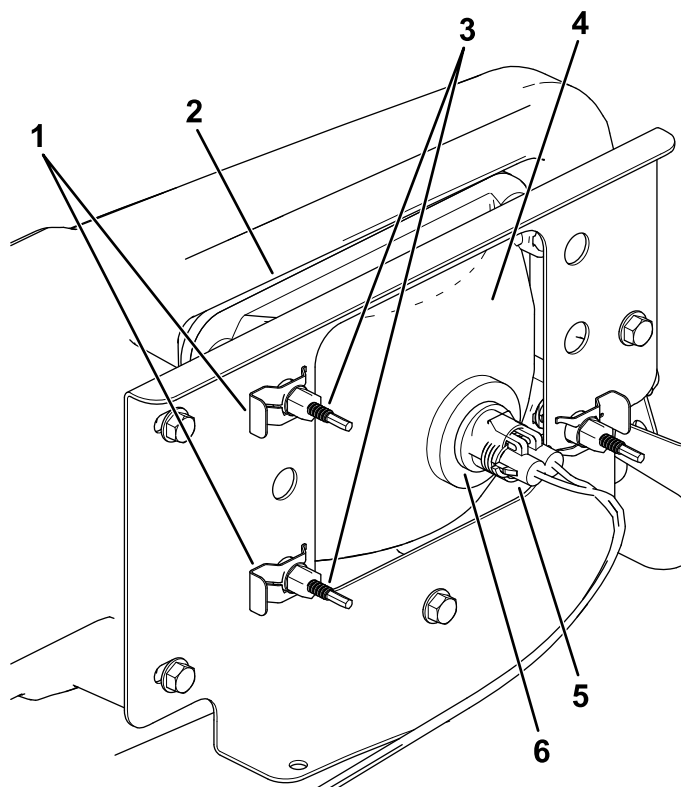

Рисунок 41
3. Отсоедините электрический соединитель жгута проводов от соединителя лампы в сборе (Рисунок 41).
4. Снимите скобы под саморез, которые крепят фару к кронштейну фары (Рисунок 41).
5. Снимите фару в сборе, подавая ее вперед сквозь отверстие в переднем бампере (Рисунок 41).
6. Вставьте новую лампу через отверстие в бампере (Рисунок 41).
8. Подсоедините электрический соединитель жгута к соединителю лампы в сборе (Рисунок 41).
5. В задней части узла передней фары поверните регулировочные винты (Рисунок 41), чтобы повернуть фару и изменить положение луча.